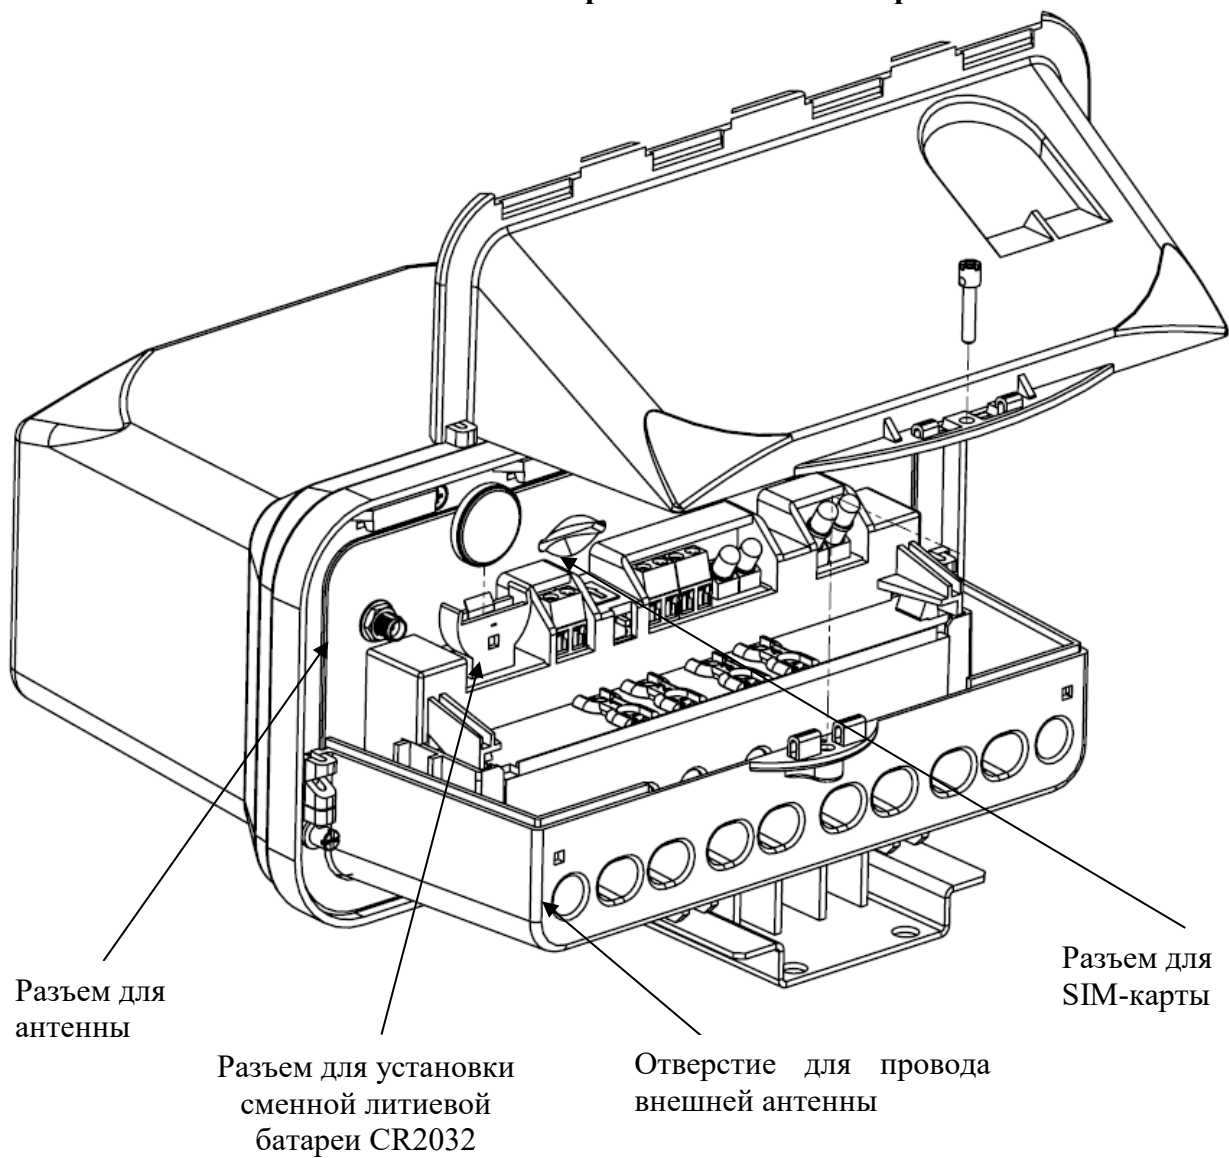

Рисунок 3А – Расположение SIM-карты и сменной батареи CR2032
- 3.7 Перед установкой на объект счетчика с интерфейсом GSM установить SIM-карту регионального оператора сотовой связи с отключенным запросом PIN-кода (рисунок 3А) и положительным балансом, подключить GSM-антенну.
- 3.8 При монтаже счетчика с радиоинтерфейсом подключить RF- антенну (при необходимости). Разъем подключения антенны: SMA–вилка тип IX по ГОСТ 13317-89. Для обеспечения лучшего приема сигнала допускается выносить антенну при помощи кабеля. Кабель внешней антенны рекомендуется продеть через отверстие в крышке измерительного блока счетчика (рисунок 3А).